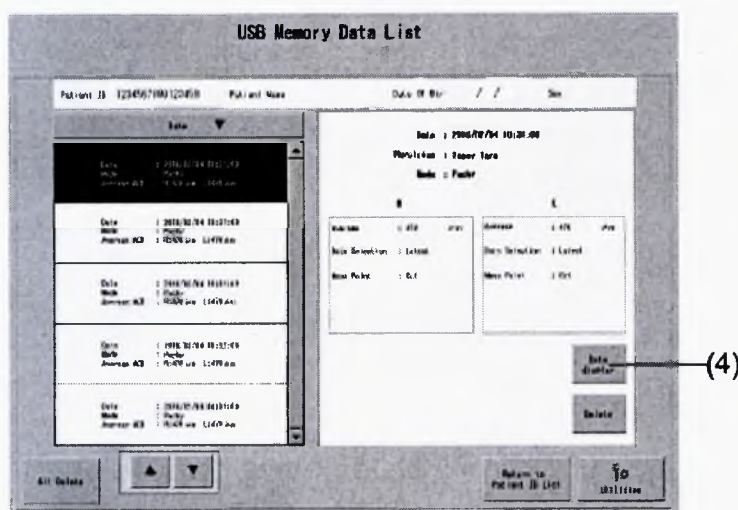

Рис. 3
- 2) Сохраненные результаты измерения можно обозначить как Data 1 и Data 2. Коснитесь кнопки “Memory Data” (3), чтобы вывести на дисплей список результатов измерения, которые хранятся на флэш памяти USB (Рис. 3). Если ID пациента не был выбран, тем не менее, отображается список ID номеров пациента, хранящихся на флэш памяти USB. Читайте раздел 3.12.2 к) “Управление данными”.